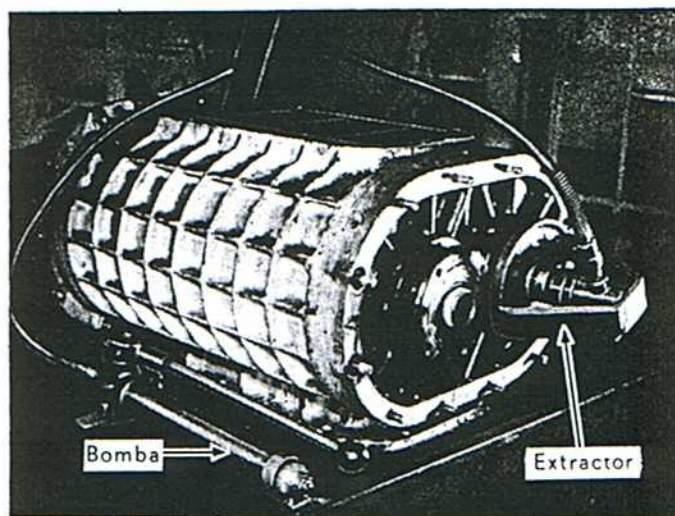

Fig. 7 - Forma de quitar los núcleos de los engranajes con un extractor hidráulico.
8. Quítense los núcleos. La herramienta 8264048 con que se efectúa dicha operación, fig. 7, que es parte del conjunto 8264362, precisa de la ayuda de la 8263531